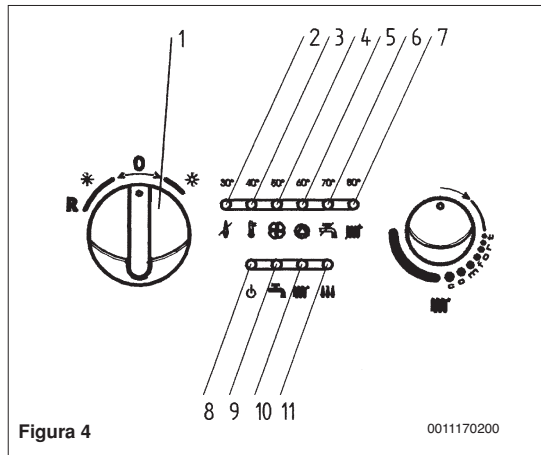

Figura 4
En este caso se aconseja repetir las operaciones de encendido, hasta que el gas llegue al quemador, ubicando durante al menos 1 segundo el selector (1) en la posición **(R)** (véase también figura 4).
Neste caso repita as operações de acendimento até a chegada do gás no queimador posicionando o selector (1) em **(R)** por um segundo no mínimo. (vide figura 4).
No caso de presença de uma das seguintes anomalias (  ) é possível restabelecer as condições normais de funcionamento posicionando o selector (1) em (R) durante pelo menos 1 segundo (ver também a figura 4). Quando for visualizada uma das seguintes anomalias ( ) pisca ao mesmo tempo também a sinalização () .